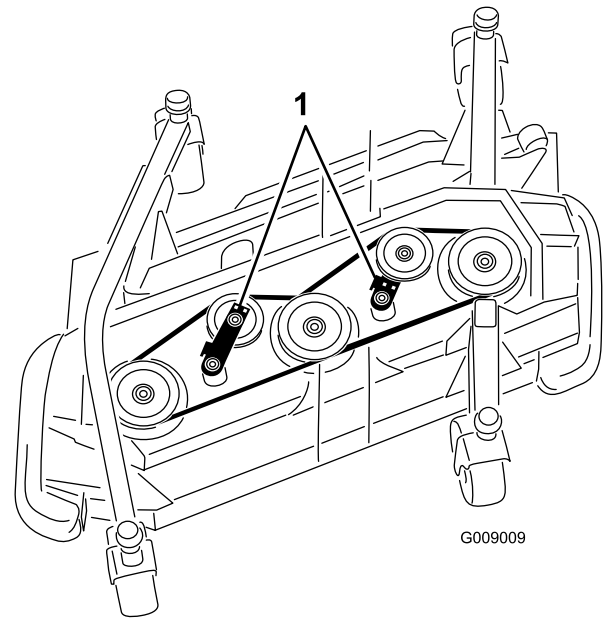

Figure 129
5. À l'aide d'une clé à cliquet ou d'un outil similaire, éloignez les poulies de tension de la courroie d'entraînement pour détendre cette dernière et pouvoir la déchausser des poulies (Figure 129).